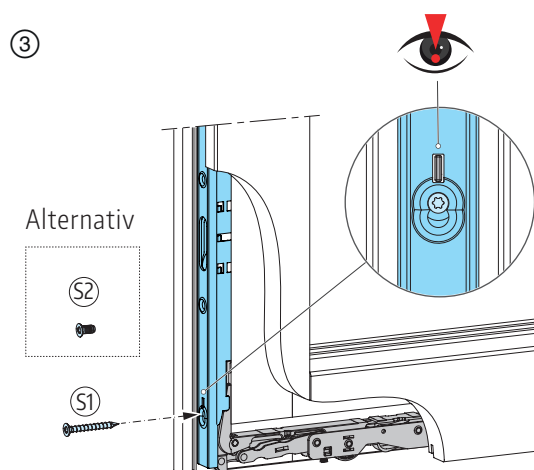

Abb. 35
③ Abgelängtes Getriebe mittels Schraube S1 oder S2 an Laufwagen koppeln; **Abb. 35** und ④ mit Schrauben S1 an Schiebeflügel festschrauben; **Abb. 36**.